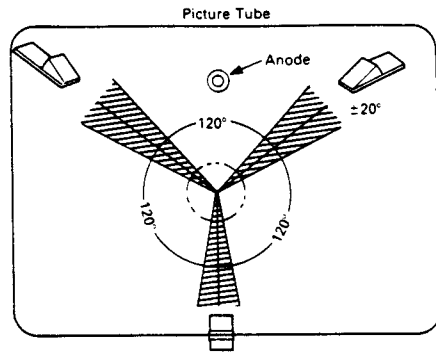

Fig. 18.
(2) Wenn ein Magnet in der optimalen Position sitzt, sichern Sie ihn mit SONY-Kleber oder Kleber G2.
- (3) Push the three rubber wedges between the picture tube cone and the deflection yoke at the positions indicated in Fig. 18.